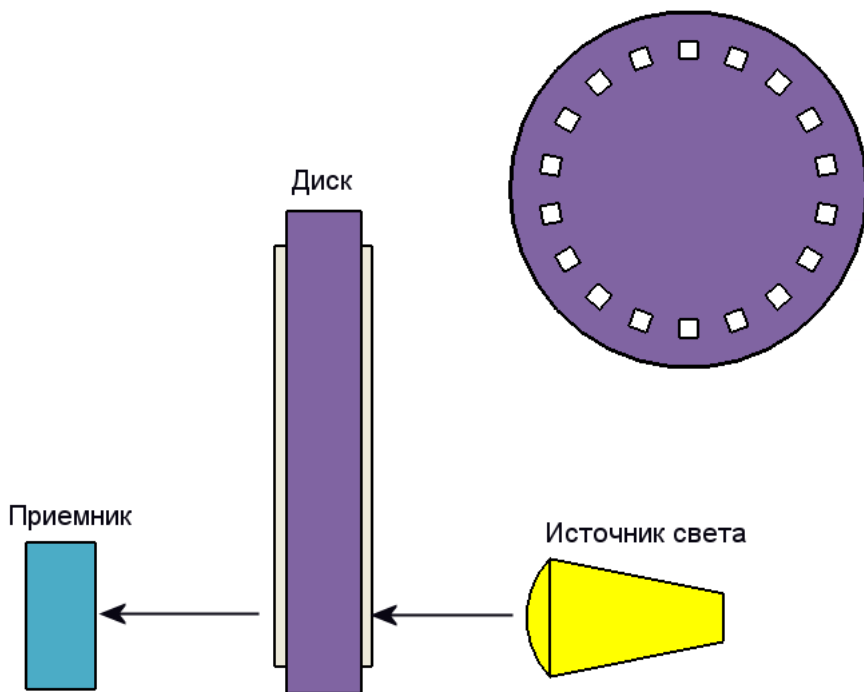

Рис. 1.10. Вращающийся датчик положения
**Вращающийся датчик положения** (рис. 1.10) крепится на валу двигателя и позволяет определять его угловое положение. Этот датчик состоит из источника света, оптического датчика (приемника) и диска с маленькими радиальными прорезями (растрами). Растровый диск укреплен на валу, источник света и оптический датчик находятся с разных сторон от диска.